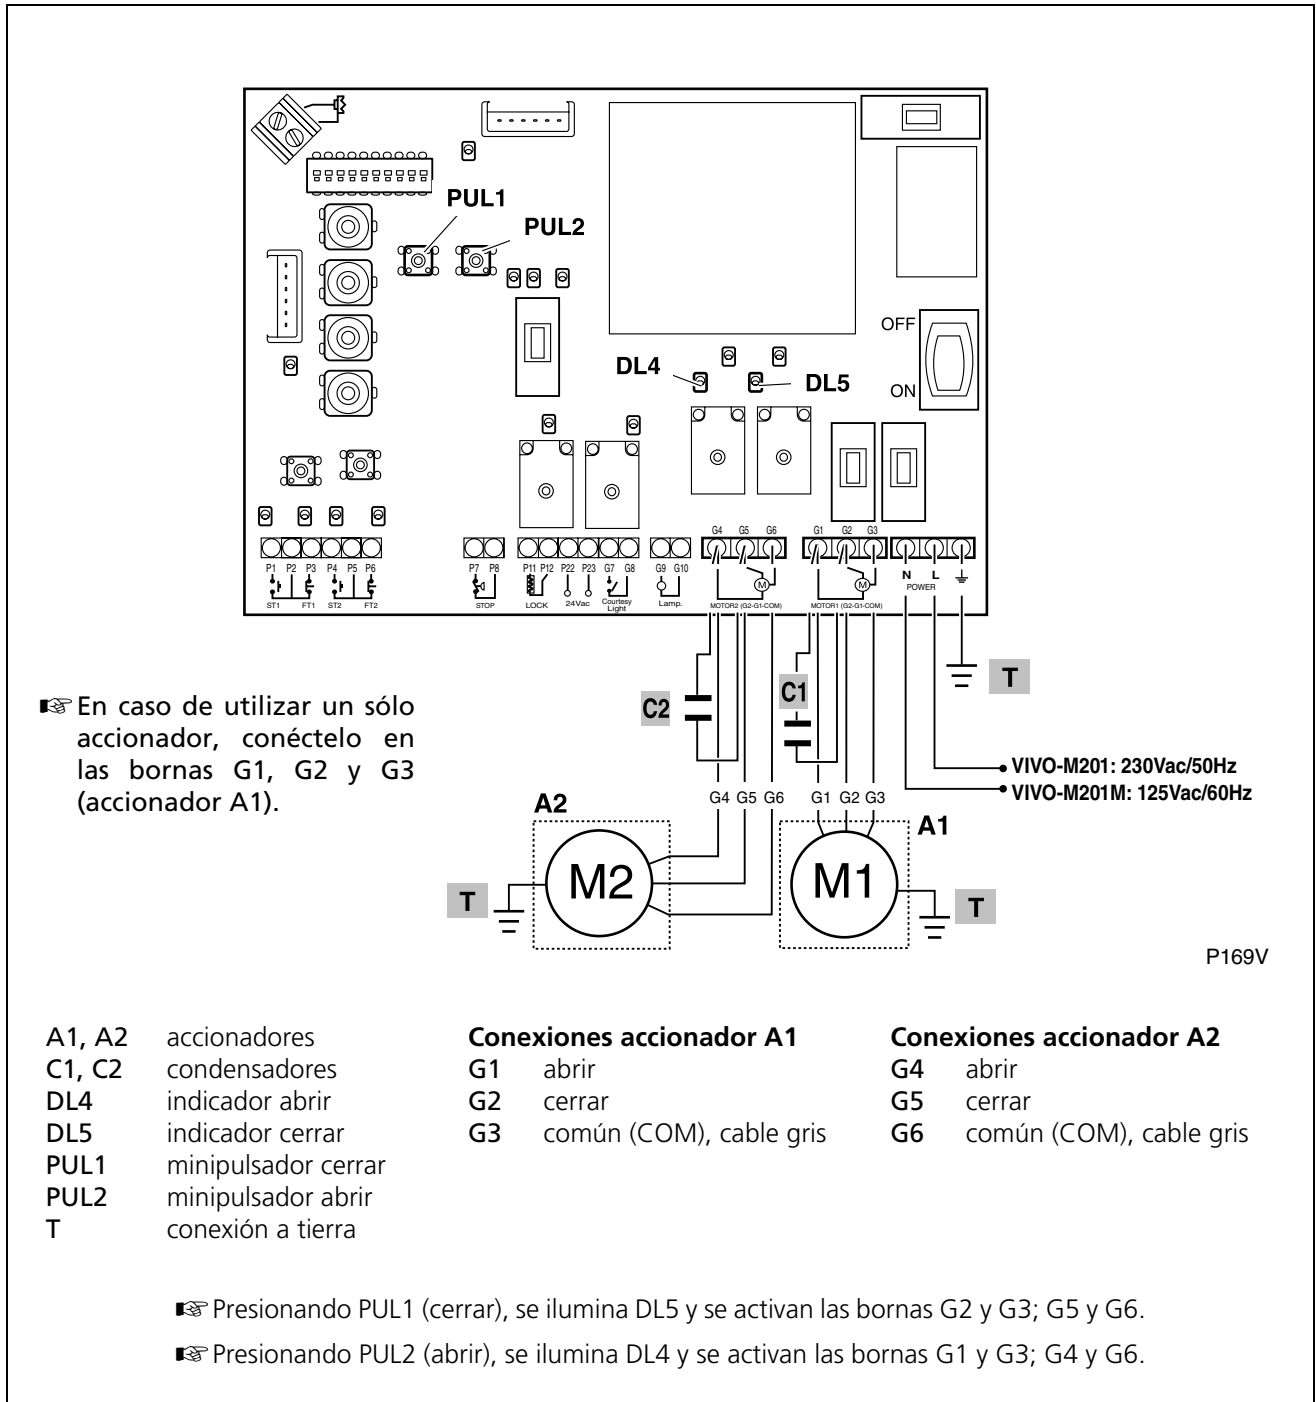

Fig. 3 Conexión de la alimentación y de los accionadores
- ☛ Si el sentido de giro de alguno de los accionadores no es correcto, intercambie los cables de conexión (G1 y G2) de dicho accionador (para más información, vea "Fig. 3 Conexión de la alimentación y de los accionadores" en la página 8).
☞ Si utiliza el cuadro de maniobra con un solo accionador (accionador A1, vea Fig. 3 en la página 8), los tiempos correspondientes al accionador A2 deben ser cero. Para ello, en lugar de realizar los pasos 4, 5 y 6, pulse ST1 tres veces seguidas (dos veces con DIP8=OFF).